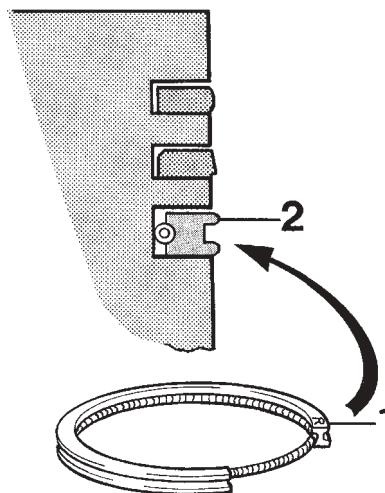

Fig.51 Emplacement des segments
**Remarque :** Les segments doivent être tournés comme le montre la figure 51.